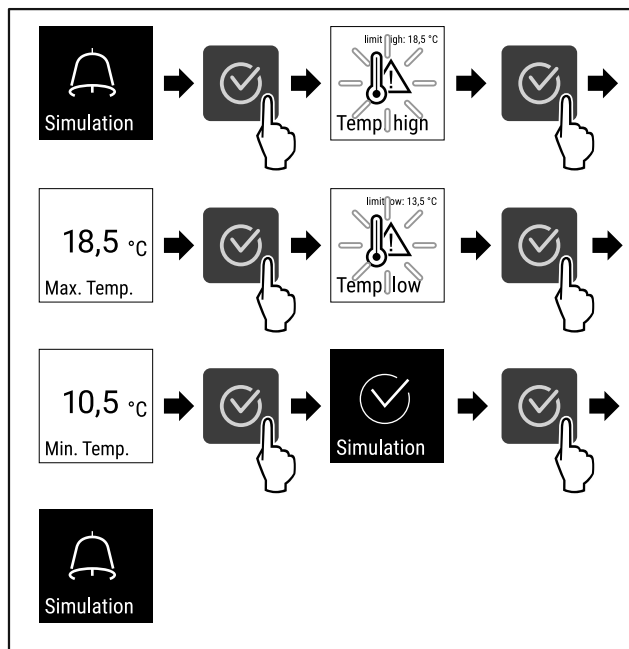

Fig. 109
- ▶ Genomför handlingsstegen (se Fig. 109).